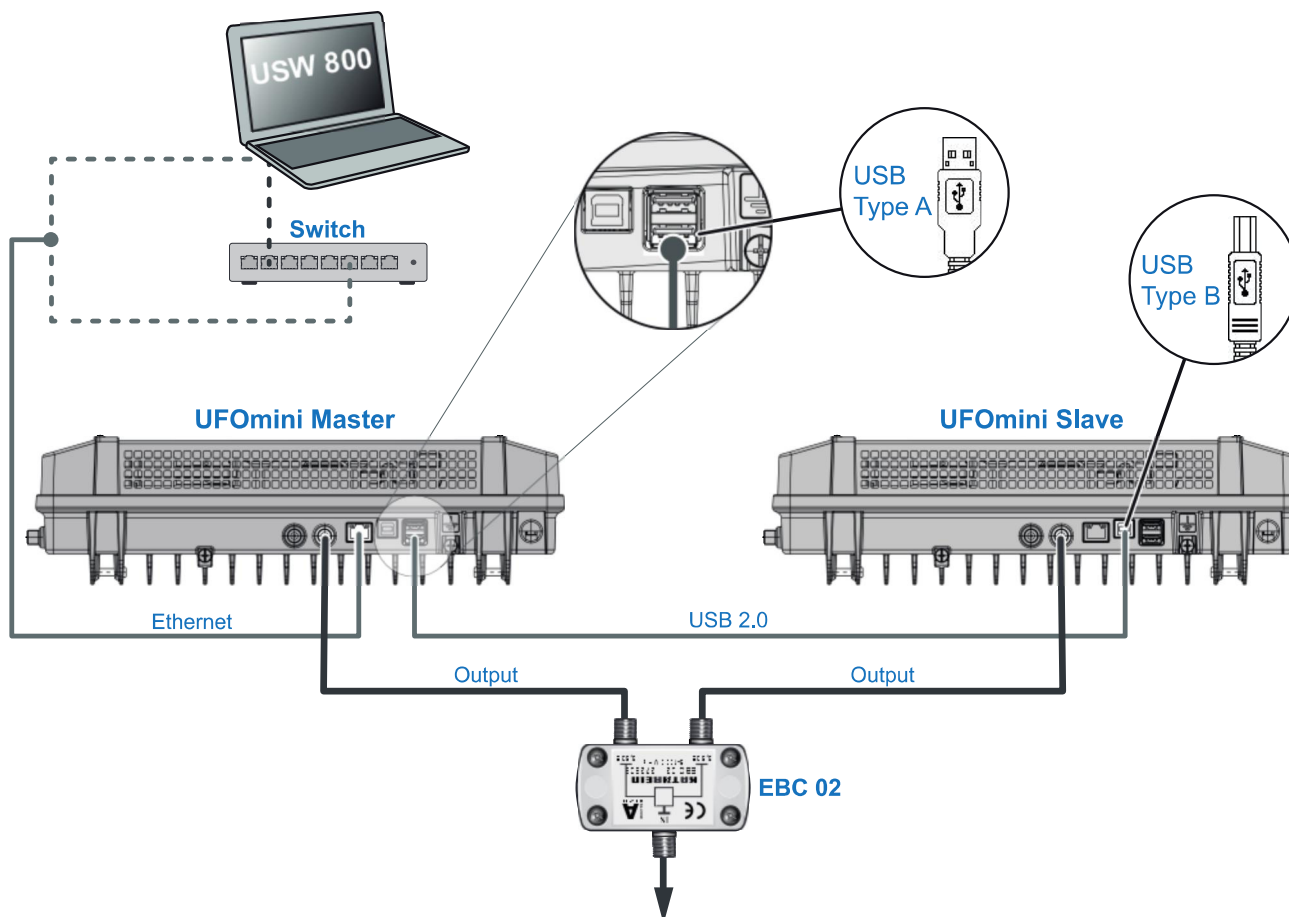

Fig. 4: Cableado
2. Conecte el ordenador con un cable de Ethernet1) al conector RJ45, mediante un switch o router si fuera necesario; véase Fig. 4, Pág. 5. Ahora la cabeza terminal funciona como *maestro*.
3. En caso de contar con una segunda cabeza terminal: Conecte la segunda cabeza terminal con un cable USB 2.0 a la primera cabeza terminal (Fig. 4). Aquí se aplica: